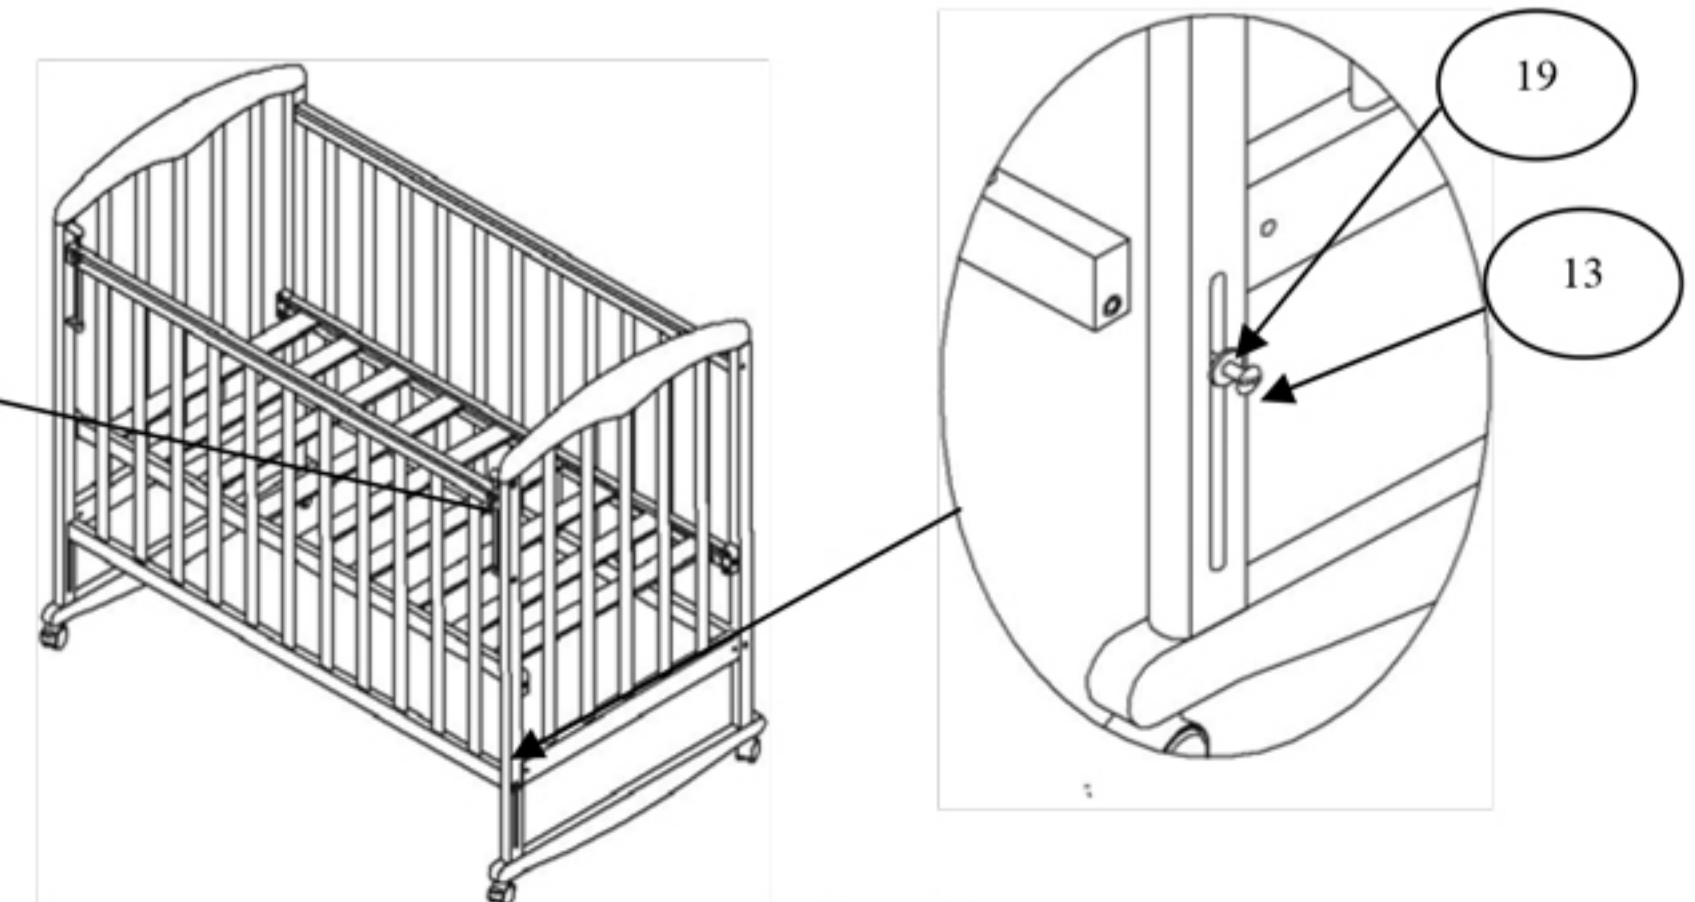

Рис.3
- Низ переднего ограждения зафиксировать винтами М6х35(13)с обеих сторон через пазы спинок и шайбы (19)Рис.3. Для свободного перемещения бокового ограждения винты сильно не затягивать.